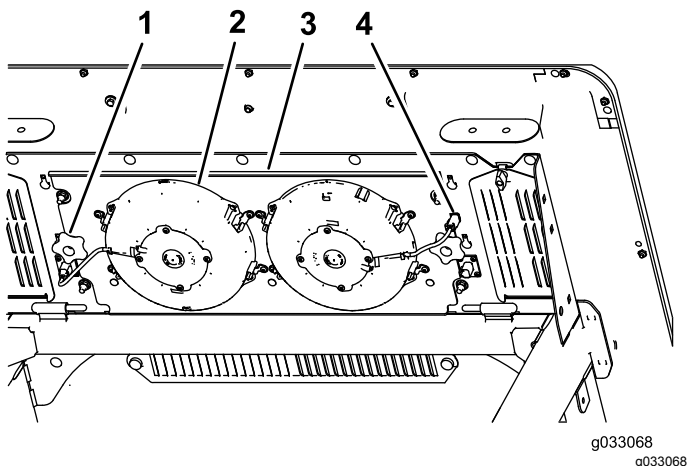

Figura 54
3. Desconecte el enchufe y el cable de los ventiladores de la toma (Figura 54).
4. Retire los 2 mandos que fijan el conjunto del panel del ventilador y los ventiladores a la parte inferior de la parte superior de la cabina (Figura 54) y retire el conjunto.